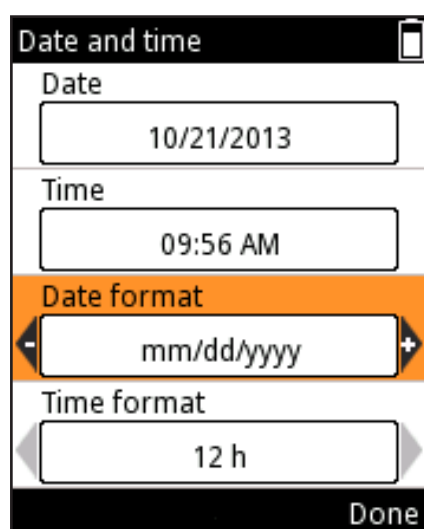

図 D58
6. 日付と時間の形式は、、を使って変更することができます(図 D58)。